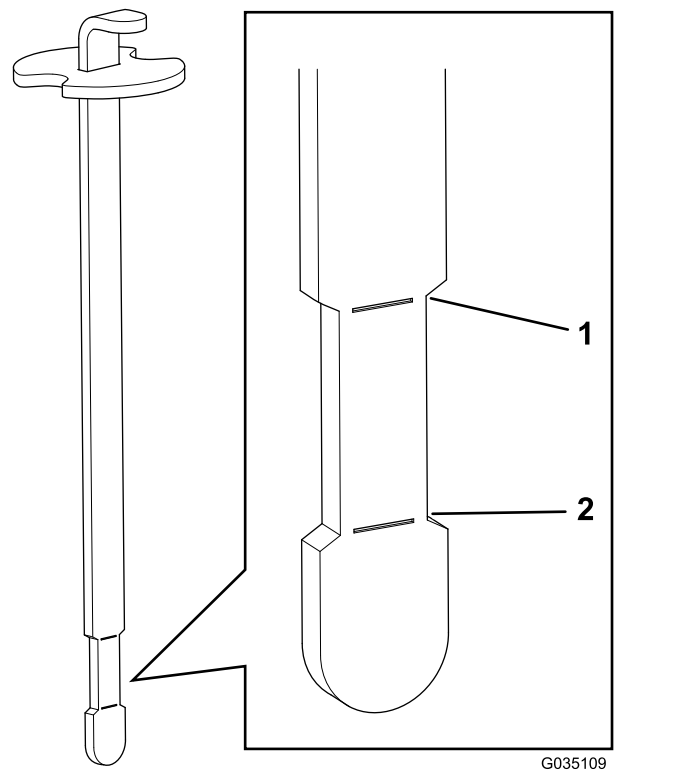

Figura 40
6. Introduza a vareta no tubo de enchimento, retire-a e verifique o nível do fluido (Figura 40).